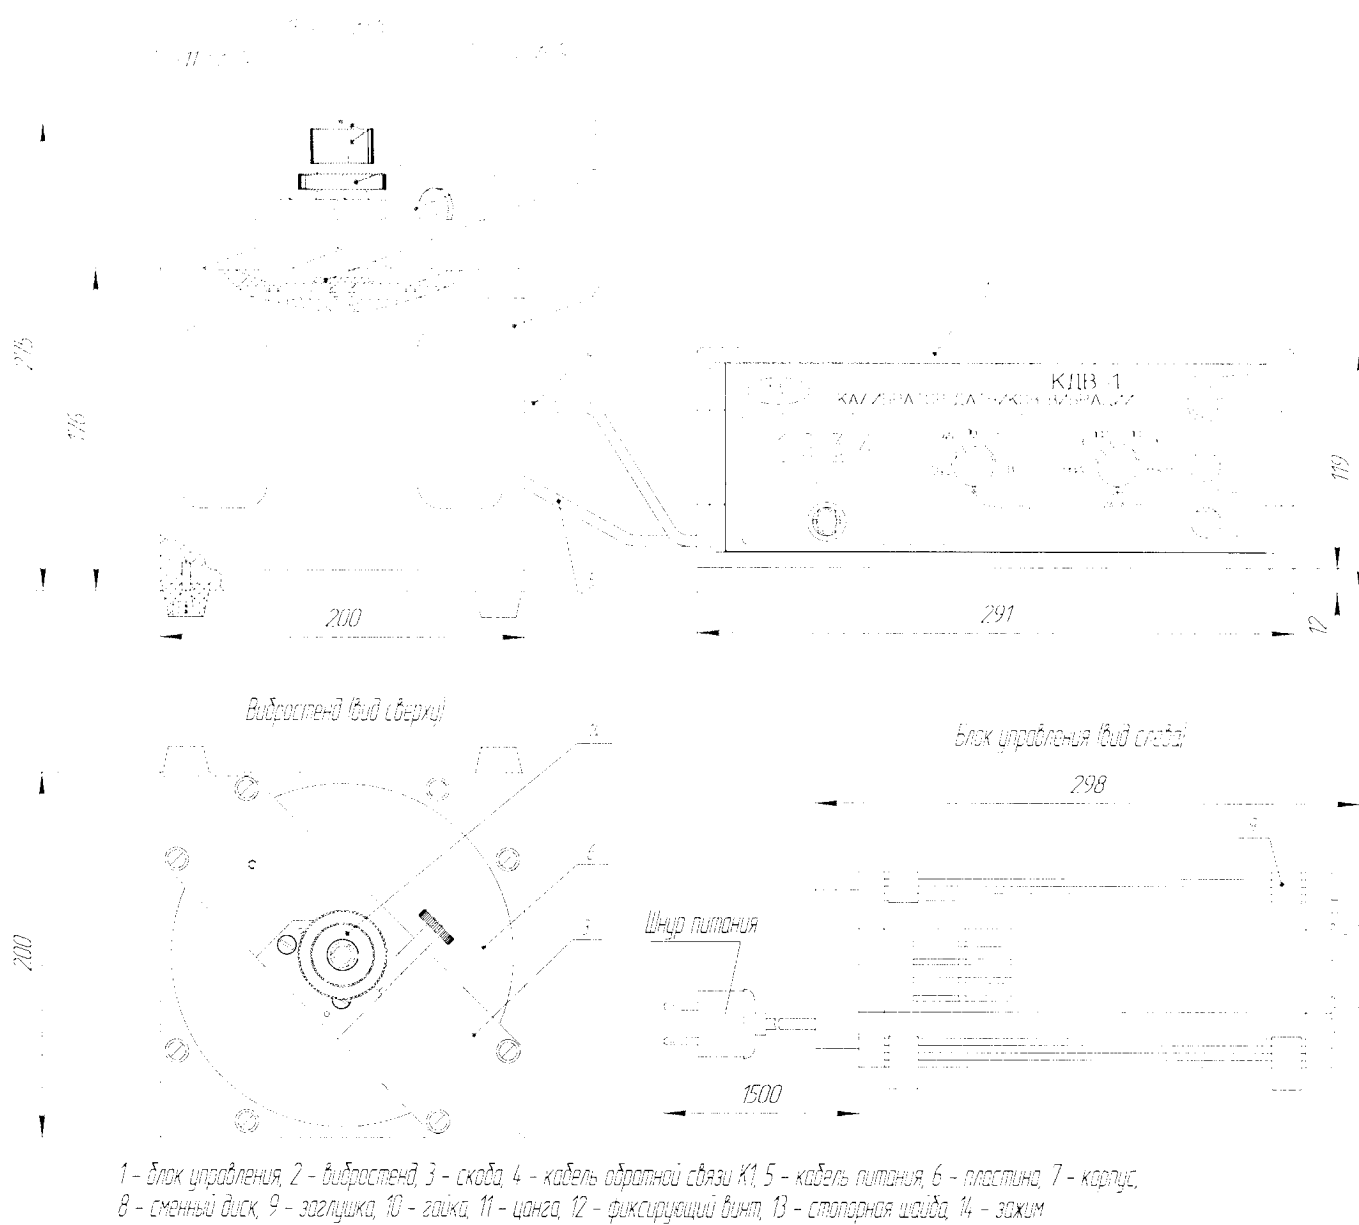

Рисунок 1.3 – Внешний вид калибратора
С помощью комплекта принадлежностей и приспособлений ИЦФР.442614.001 калибратора первичные преобразователи ДВП – преобразователи вихретоковые (ПВ) устанавливаются на ВС с требуемым зазором относительно поверхности сменного диска. ПВ устанавливается на ВС с помощью скобы поз.3, корпуса поз. 7 и зажима поз. 14 (см. рисунок 1.3). Зажим выбирается исходя из диаметра установочной резьбы ПВ. Задание установочного зазора осуществляется вращением корпуса поз.7.
1.5.6 Винты крепления верхней крышки БУ опломбированы массой пломбировочной и закрыты заглушками поз.9 (см. рисунок 1.3).
2.1.5 При кратковременных перерывах в работе калибратора и переноске необходимо производить закрепление стола ВС с помощью пластины поз.6 и скобы поз.3 (см. рисунок 1.3). Для исключения возможности повреждения упругой подвески стола ВС, не рекомендуется оставлять нагрузку на столе ВС. При длительных перерывах в работе и при необходимости транспортирования в процессе эксплуатации калибратор должен быть унакован в заводскую тару в соответствии с 1.6.2.
2.2.4 Снять с ВС скобу поз.3 (см. рисунок 1.3) и пластину поз.6, служащую для фиксации стола ВС при перерывах в работе калибратора, освободив тем самым стол ВС.